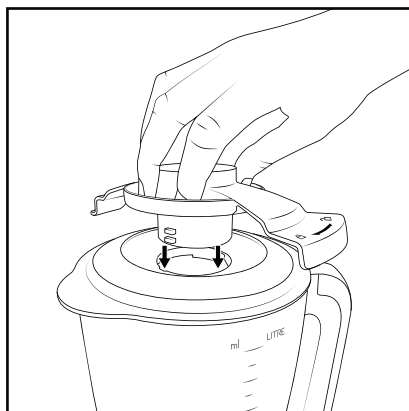

Fig. 2
- ▶ Certifique-se de que o interruptor rotativo ③ se encontra em "0", antes de colocar o liquidificador ⑮ sobre o respetivo acionamento ⑳. Caso contrário, o aparelho inicia-se abruptamente assim que o liquidificador ⑮ é encaixado.
- 3) Coloque o liquidificador ⑮ sobre o respetivo acionamento ⑳, de modo que os dispositivos de fixação na parte de baixo do liquidificador ⑮ encaixem nos entalhes do acionamento do liquidificador ⑳. A seta ▼ no liquidificador ⑮ tem de apontar para a seta ▲ no aparelho. Rode o liquidificador ⑮, até ao batente, no sentido dos ponteiros do relógio (sentido ↻), até que encaixe de forma audível.
- 5) Monte a tampa do liquidificador ⑮:
- Coloque a tampa do liquidificador ⑮ de forma que o lábio na tampa do liquidificador ⑮ tape o bico.
- Coloque o bloqueio da tampa **14** de forma que os dispositivos de fixação do bloqueio da tampa **14** deslizem pelos entalhes na tampa do liquidificador **15**. A patilha larga com os símbolos do cadeado () tem de apontar para a escala europeia (ml/litro) (fig. 2).